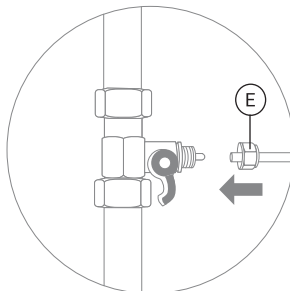
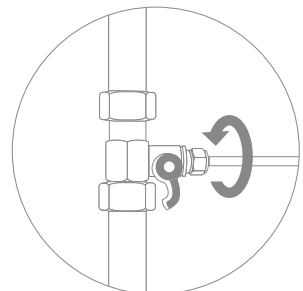

Рис. 4
Рис. 5
2. В гайку (Е) проденьте белую трубку из комплекта поставки (рис. 4). Конец трубки наденьте на штуцер адаптер-вентилля до упора и плотно накрутите гайку (рис. 5).